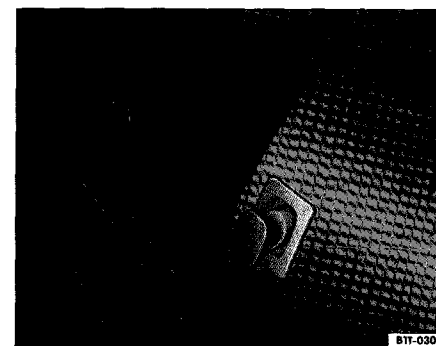

Fig. 89 Crochet pour sacs dans le coffre a bagages
- Crochet pour sacs⁵⁷⁾ dans le coffre a bagages fig. 89